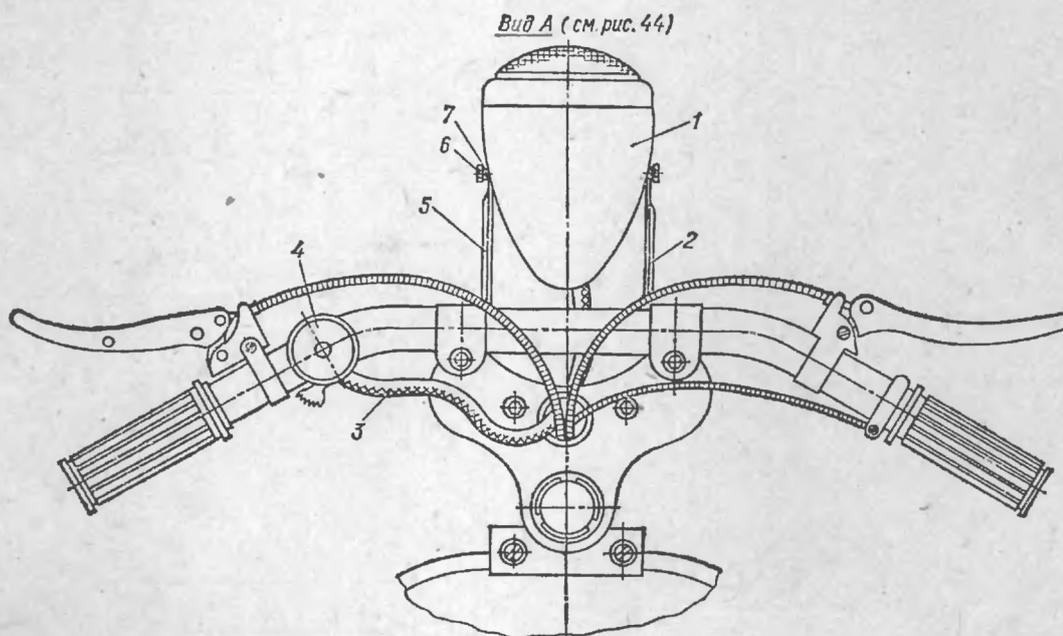
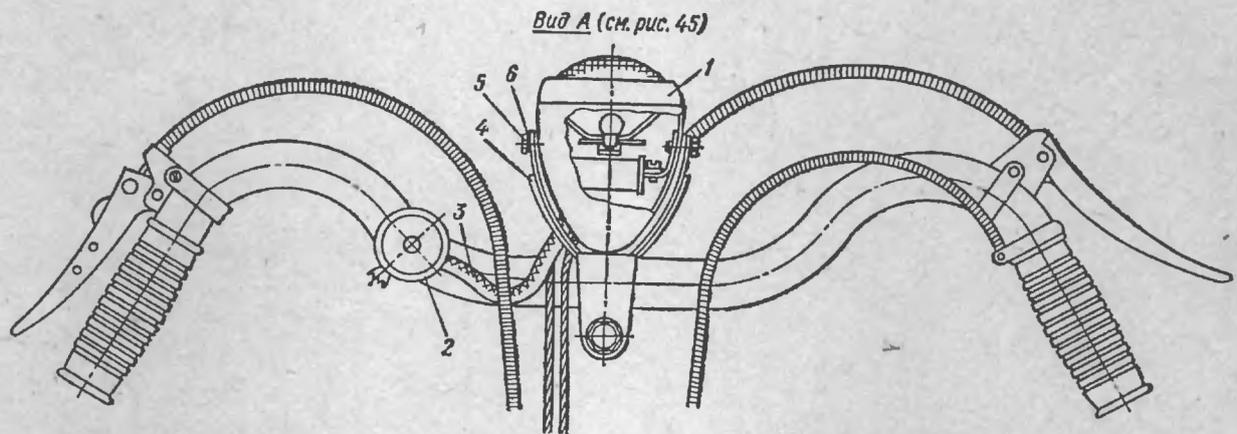
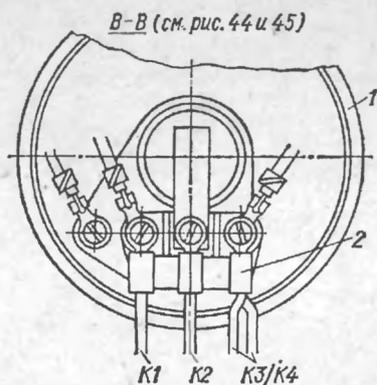

Рис. 48. Расположение фары и переключателя на легких мопедах МП-045 и «Рига-5»:
Рис. 50. Расположение фары и переключателя на мотовелосипеде 16-ВМ:
Рис. 55. Подключение проводов к фаре:
Для установки кронштейнов передней фары необходимо сделать следующее. Для легких мопедов МП-045, МП-047, «Рига-5», «Рига-7» правый и левый кронштейны крепятся на перьях передней вилки (рис. 48, 49); для мотовелосипедов В902 «Гауя», 16-В, 16-ВМ, имеющих переднюю вилку с рычажным амортизатором, а также для дорожных велосипедов кронштейн крепится на рулевую колонку (рис. 50, 51). Кронштейны крепятся болтами с пружинными шайбами и гайками. При установке кронштейнов на перья вилки под одним из кронштейнов на раме необходимо снять лакокрасочное покрытие для обеспечения электроконтакта с рамой.
быть другая.) Собрать переключатель и установить его с левой стороны руля, закрепив хомут винтом с гайкой (рис. 48, 50).
1. Установить фару на кронштейны и, подложив под болты пружинные шайбы, закрепить болты 6 (рис. 48) и 5 (рис. 50) от руки. Отвернуть винт крепления ободка фары и, надавив на скобу, снять ободок со стеклом, не нарушая соединений проводов от дросселя. Пропустить провода через отверстия в корпусе фары — *K1* (желтый), *K2* (синий), *K3* (коричневый) и *K4* (зеленый). Провода присоединить к контактным винтам (рис. 55).
3. Собрать и установить комплект электрооборудования в соответствии со схемой (см. рис. 48 и п. 28), используя вместо дросселя указанный диод, который может находиться в любом месте перед фарой и должен быть хорошо изолирован от массы.